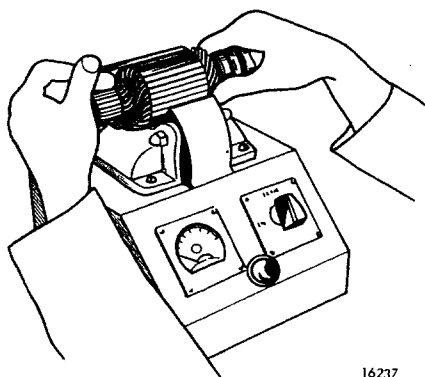

Fig 06-35. Rotorprovning
4. Placera rotorn i en provapparat (growler). Slå till strömställaren och håll ett stålblad mot rotorn, se fig 06-35. Vibrerar bladet i något läge då rotorn vrids runt, kan orsaken vara överledning till rotorstommen, kommutatorn eller i lindningarna. Överledning till rotorstommen provas med hjälp av testpinnar och provlampa. Prova med 80 V växelström och en 40 W provlampa. Överledning i kommutatorn eller i lindningarna upptäcks genom att instrumentets kontaktgaffel hålls mot kommutatorn och amperemetern avläses. Vrid rotorn och prova lamellerna parvis. Är rotorn felfri, skall amperemetern visa lika stort utslag för samtliga lamellpar. Mätningen skall hela tiden göras vid samma läge. Lägre utslag för något lamellpar tyder på överledning mellan lamellerna eller i lindningen.